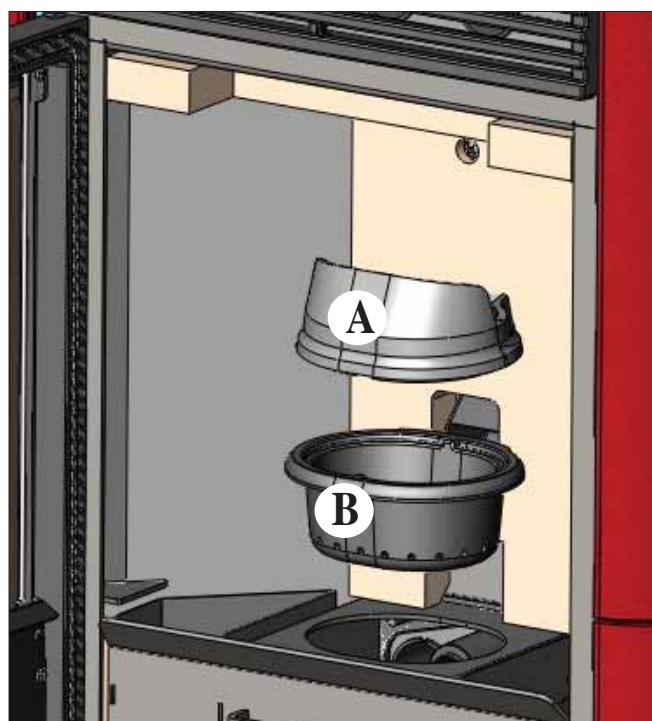

fig. 1
Efter den normale rengøring kan UKORREKT sammenkobling af det øvre forbrændingskammer (A) (fig. 1) med det nedre forbrændingskammer (B) (fig. 1) kompromittere brændeovnens drift.